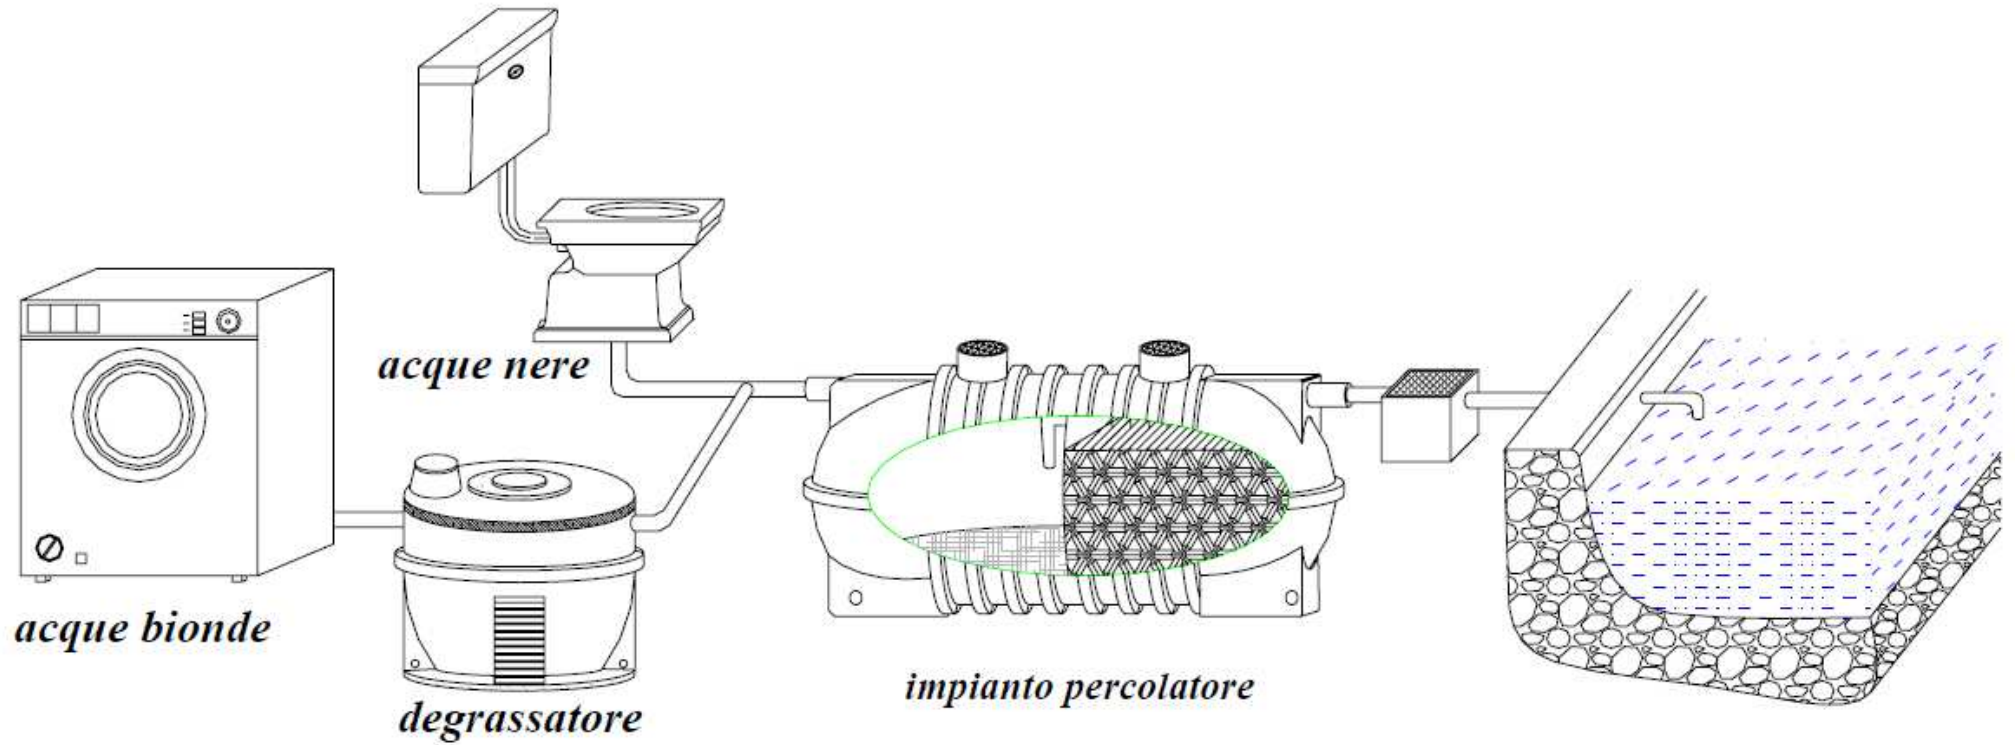

Fig.1 – Esempio tipico d'installazione
- Installare la fossa come indicato dallo schema d'installazione allegato (Fig.1) seguendo le modalità di interro